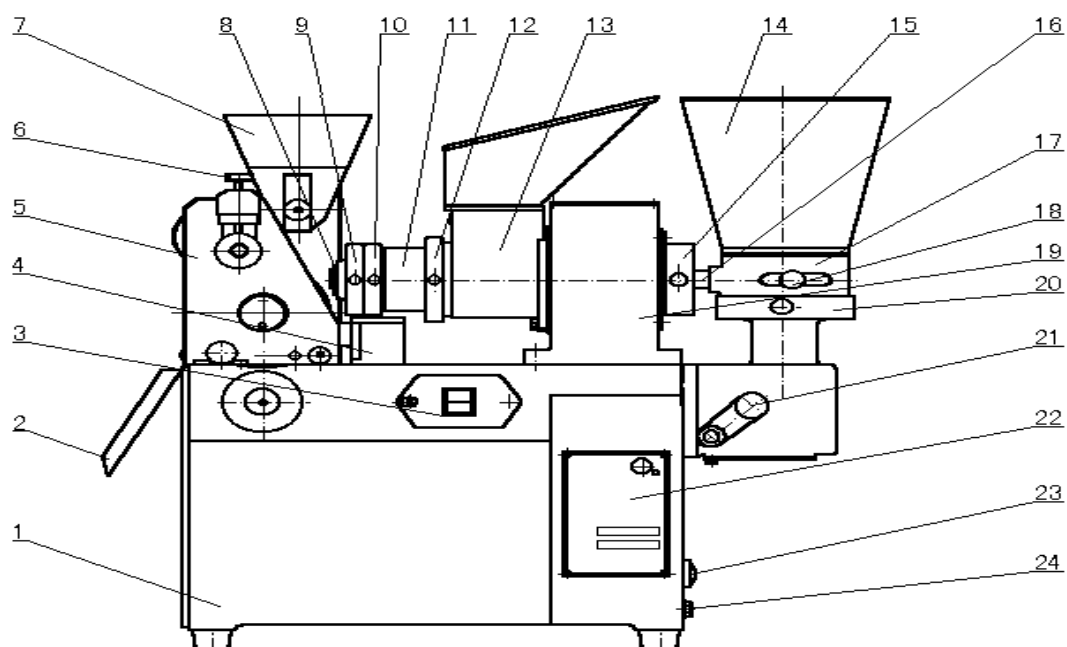

Рис. 1
VII. монтаж и наладка (рис.1)
(2) испытать подачу фарша (рис. 1)
Резать подготовленное тесто в полоски , включить машину и положить полоски теста в ковш теста (13)(рис. 1), проверить прямолинейность трубки теста и толщину мучной оболочки . Если трубка теста изгибная , то можно отвинтить ключом с крюком гайки (9,10) , регулировать внутренний и внешний выходы теста(101、8), и проверить правильность монтажа ; толщина мучной оболочки можно регулировать с помощью гайки для регулирования толщины мучной оболочки (9) , при вращении гайки по часовой стрелке толщина мучной оболочки будет уменьшаться , а при вращении гайки против часовой стрелки толщина мучной оболочки будет увеличиваться , после получения требуемой толщины выключить машину (рис. 5) .
(4)、 испытать подготовку оболочки для пельменей (рис.1)
(5), склеивание (рис.1)